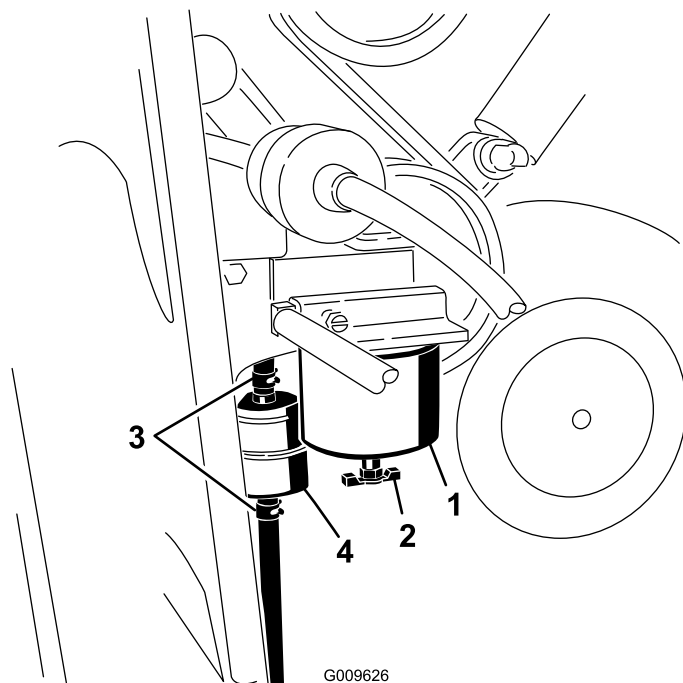

Рисунок 37
1. Найдите топливный фильтр на правой стороне двигателя (Рисунок 37) и поместите под ним чистую емкость.
2. Очистите область крепления стакана фильтра (Рисунок 37).
3. Снимите стакан фильтра и очистите монтажную поверхность (Рисунок 37).
монтажной поверхностью поверните стакан еще на пол-оборота (Рисунок 37).
6. Найдите топливный фильтр на правой стороне двигателя (Рисунок 37) и поместите под ним чистую емкость.
7. Ослабьте хомуты на обоих концах проходного фильтра и отсоедините от него шланги (Рисунок 37). Удалите в отходы фильтр.
8. Наденьте шланги на концы нового фильтра (Рисунок 37), убедившись в том, что стрелка на фильтре показывает в ту же сторону, что и стрелка на старом фильтре.